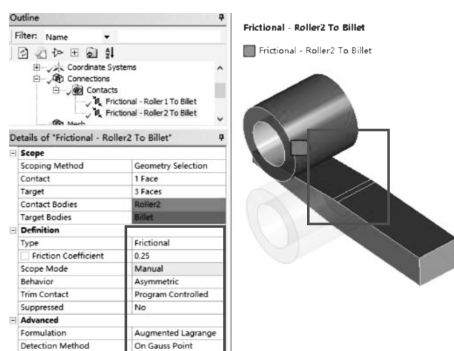

图 2-50 摩擦接触设置
(3) 设置轧辊 2 与轧件的接触: 在导航树上展开【Connections】→【Contacts】, 单击【Bonded-Billet To Roller2】→【Details of “Bonded-Billet To Roller2”】→【Scope】→【Contact】: 单击 1Face, 在空白处单击, 单击  选择轧辊外圆表面, 然后单击【Apply】确定; 【Target】: 单击 1Face, 在空白处单击, 单击  选择轧辊对应的轧件表面, 共 3 个表面, 然后单击【Apply】确定; 【Definition】→【Type】= Frictional, 【Frictional Coefficient】= 0.25, 【Behavior】= Asymmetric; 【Advanced】→【Formulation】= Augmented Lagrange, 【Detection Method】= On Gauss Point, 其他默认, 如图 2-50 所示。